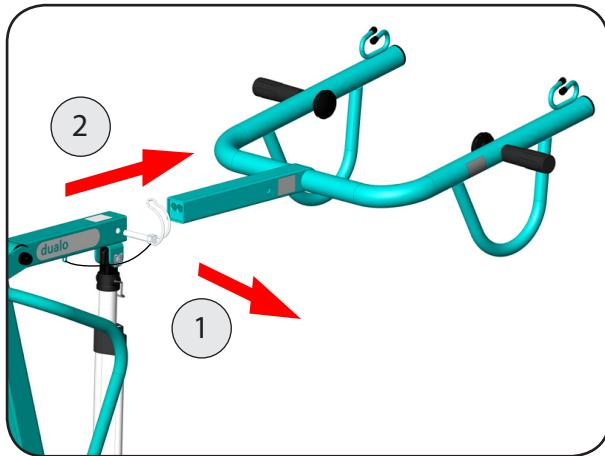

Abbildung 57
1. Entfernen Sie den Rohrklappstecker aus der Hebarmaufnahme (Abbildung 57).
2. Ziehen Sie den Hebarm aktiv aus der Hebarmaufnahme heraus und legen Sie ihn beiseite (Abbildung 57).